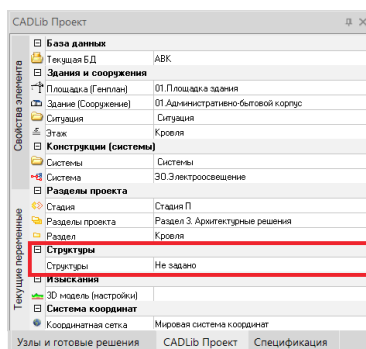

Рис. 9. Текущие переменные иерархии структур
- **Structure** — пользовательская произвольная иерархия структуры. В текущих переменных на рис. 9 выделен узел иерархии произвольных структур.